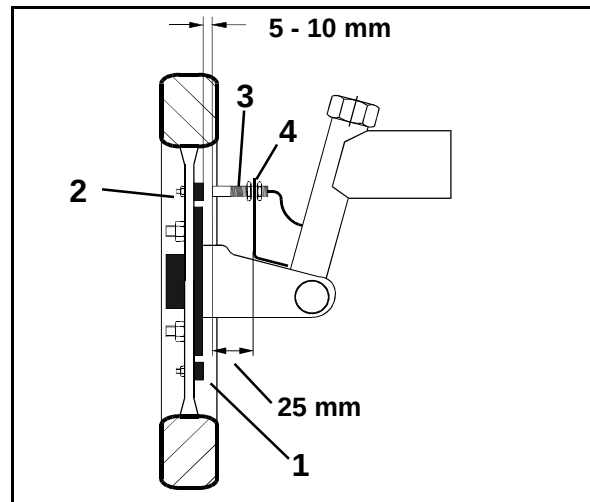

Fig. 176
4. Monte el sensor (Fig. 176/3) con soporte universal (Fig. 176/4) en el muñón del eje de la rueda delantera del remolcador – visto en dirección de marcha detrás del eje.